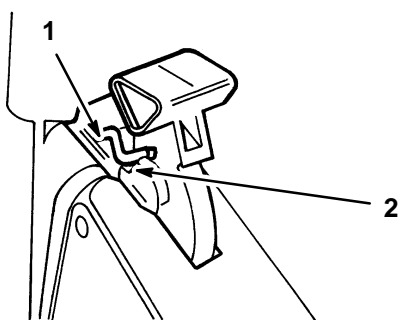

Figure 41
5. Ramener la poignée du volet vers l'arrière pour accrocher la tige de verrouillage de la poignée sur les crans du sac (Fig. 41).